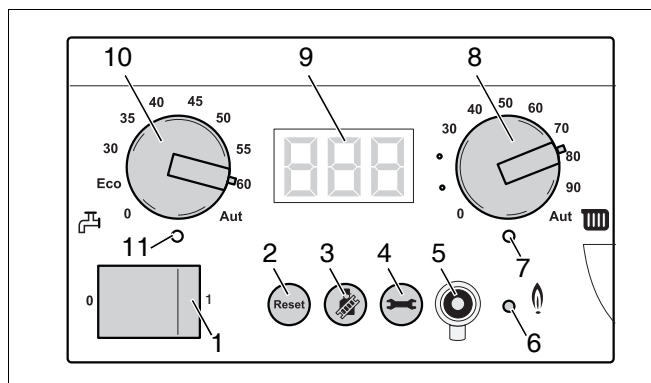

Fig. 69 Regolatore di base BC10
- Mantenere premuto il tasto "Spazzacamino" (fig. 69, pos. 3) (per circa due secondi), finché sia visualizzato il punto nella parte inferiore destra del display (fig. 69, pos. 9). Vedere anche tab. 8, „Prova di combustione“, pag. 37.
- Dopo l'accensione del LED "Bruciatore" (fig. 69, pos. 6) attendere un minuto, finché la caldaia funzioni a pieno carico.
- Premere il tasto "Spazzacamino" (fig. 69, pos. 3) per concludere la misurazione. Vedere anche tab. 8, "Prova di combustione", pagina 37.